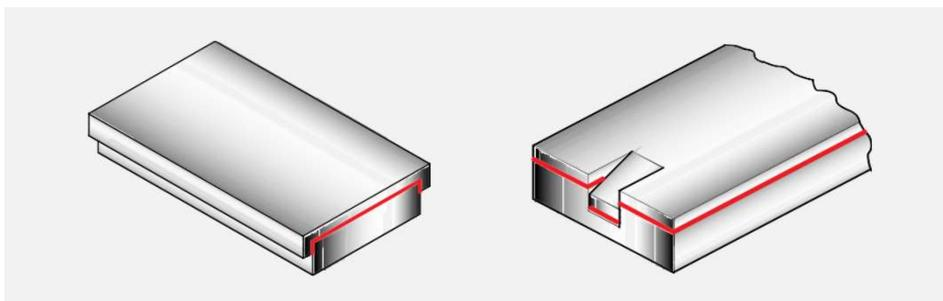

Fig. 33: Fissaggio meccanico delle guide piane DU
- Fissaggio meccanico come mostrato in Fig. 33